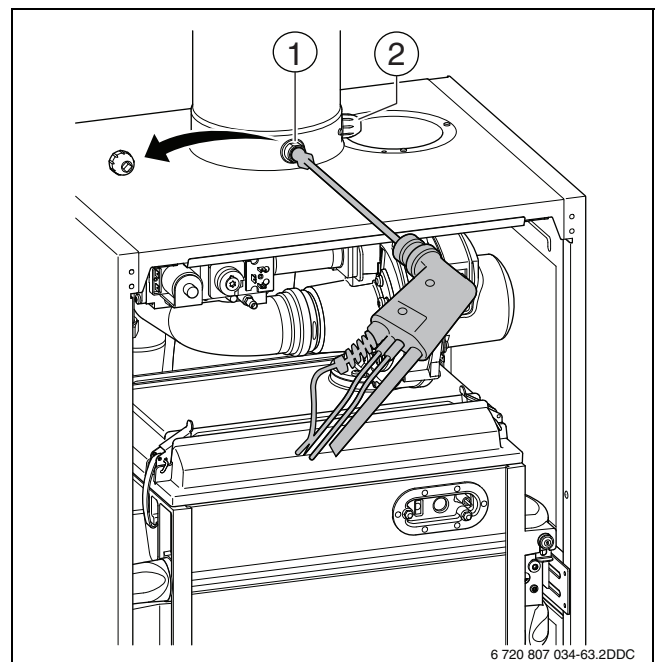

Bild 52 Entfernen der Kappe der Abgasmessstelle
- ▶ Kappe von der Luftzufuhrmessstelle entfernen (→ Bild 52, [2]).